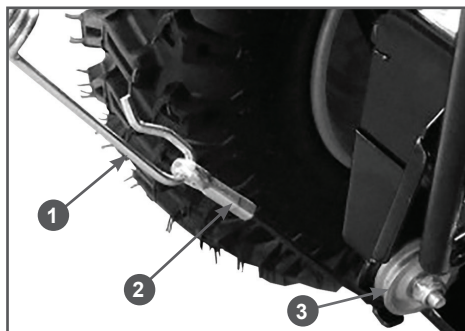

Рис. 8 Соединение троса включения хода
7. Соедините верхнюю и нижнюю части троса включения хода. Зацепите крючок 1 пружины троса включения хода за соединитель 2 троса включения хода (Рис. 8).
Убедитесь в том, что трос включения хода установлен в ручей ролика 3 (Рис. 8). В противном случае, при попытке включить ход снегоотбрасывателя трос будет поврежден. На механическое повреждение тросов гарантия производителя и поставщика не распространяется.